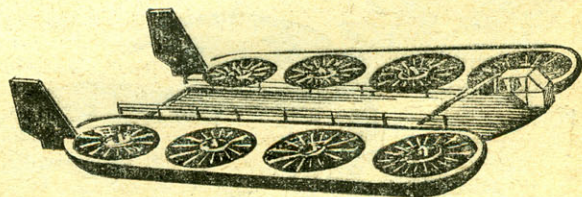

Рис. 8.
**Рис. 8. Колесо электромобиля:** 1 — резиновая лента, 2 — болт М6×30 мм, 3 — подшипник, 4 — шайба, 5 — фасонный болт М5, 6 — гайка, 7 — крышка подшипника, 8 — козпак, 9 — шайба, 10 — гайка М6, 11 — распорная втулка, 12 — корпус подшипников, 13 — стяжной болт, 14 — диски колеса.
щих автомобилей и платформ, использующих подъемную силу горизонтальных воздушных винтов. Например, в Московском авиационном институте под руководством профессора И. П. Братухина были спроектированы два автолета. Первая модель легкого аппарата (рис. 7) в отличие от американских двухвинтовых летающих «джипов» была снабжена четырьмя винтами, что намного повысило ее устойчивость в полете. Первоначально даже предполагалось такие машины использовать в качестве летающих такси. При максимальной скорости 150 км/ч они могли перевозить по четыре человека, поднимаясь на высоту до 200 м. Другая модель, разработанная в МАИ, представляла собой тяжелую летающую платформу (рис. 8) для перевозки крупных и тяжелых грузов, то есть, по сути, это был летающий грузовик. Он был снабжен восемью горизонтальными винтами и при взлетном весе 40 т мог перевозить груз в 20 т. Такая машина могла бы стать незаменимым вездеходом для перевозки крупных и тяжелых грузов по бездорожью, через пески, снега, реки и озера.